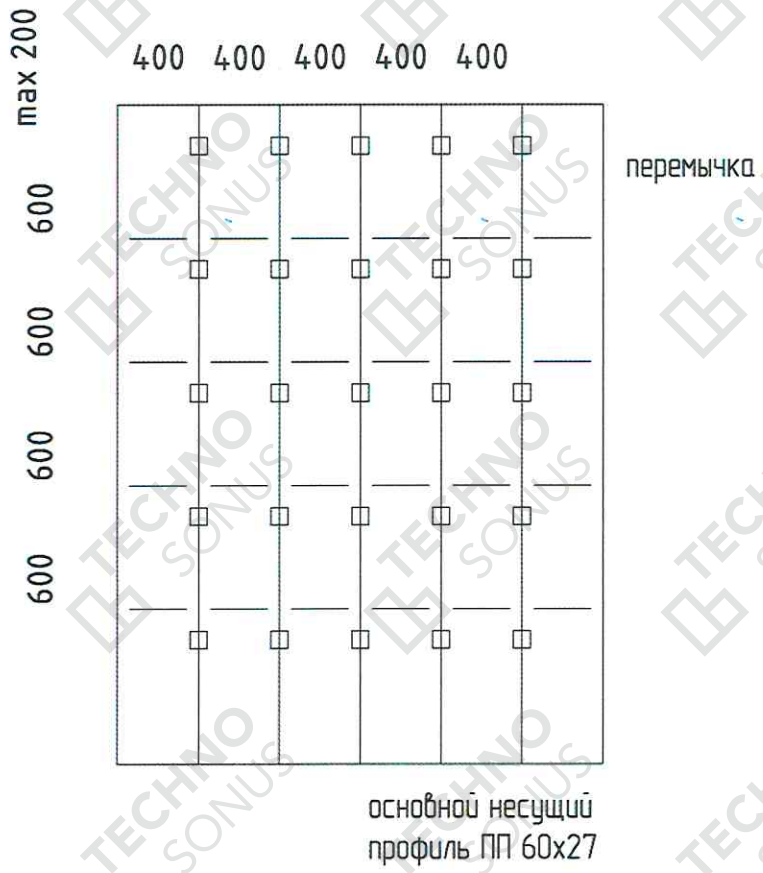

Рисунок 21 – Схема расположения виброподвесов
6.4. В соответствии с разметкой крепим на изолируемую поверхность виброподвесы Сонокреп Протектор/Протектор PRO с помощью фиксирующих крепежных элементов (фиксирующие крепежные элементы подбираются самостоятельно в зависимости от состава изолируемого основания, функциональности помещения и требований к безопасности). Виброподвесы устанавливаются с шагом 400 мм от длинной или короткой стены (для несущих профилей). Первый виброподвес устанавливается на расстоянии не более 200 мм по несущему профилю (координаты от угла 200x400). Далее виброподвесы устанавливаются с шагом 600 мм по несущему профилю. На перемычки виброподвесы не устанавливаются (смотри рисунок 21).